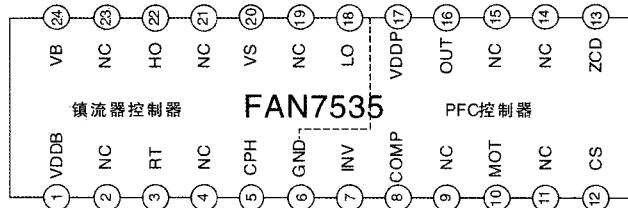

图1 FAN7535引脚排列
FAN7535采用24引脚SOP封装，引脚排列如图1所示。在图1中，左半部分为PFC控制器，右半部分为镇流器控制器；⑦脚为接地端，为两个控制器公用。除了接地端外，每个控制器的有效引脚均为7个，功能如附表所示。